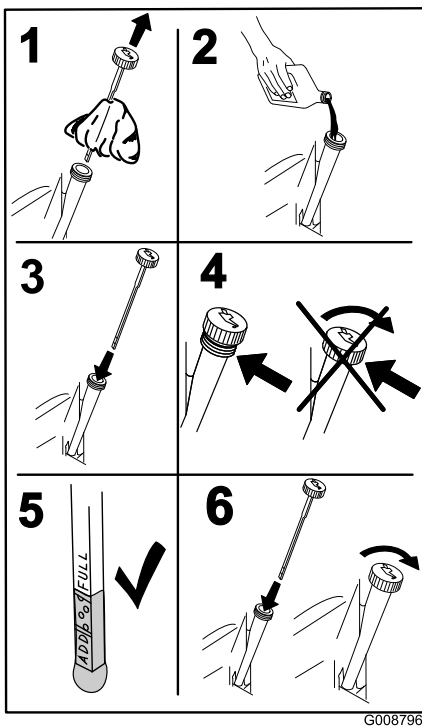

Figure 47
5. Versez lentement environ 80% de l'huile spécifiée dans le tube de remplissage puis faites l'appoint lentement jusqu'à ce que le niveau atteigne le repère du plein (**Full**) (Figure 47).